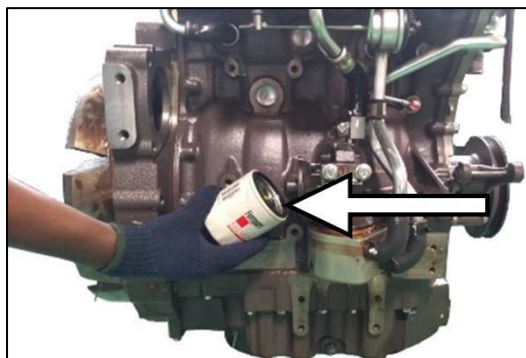

Fig. 241 : JOINT DU FILTRE À HUILE ENDUIT D'UNE FINE COUCHE D'HUILE AVANT MONTAGE
5. Enduire le joint du nouveau filtre avec de l'huile moteur propre (voir Fig. 241).